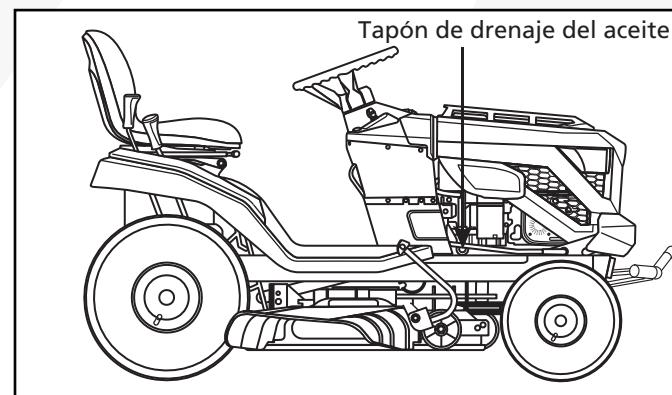

Fig. 36
- Coloque la unidad en una superficie nivelada como se muestra en la Fig. 36.